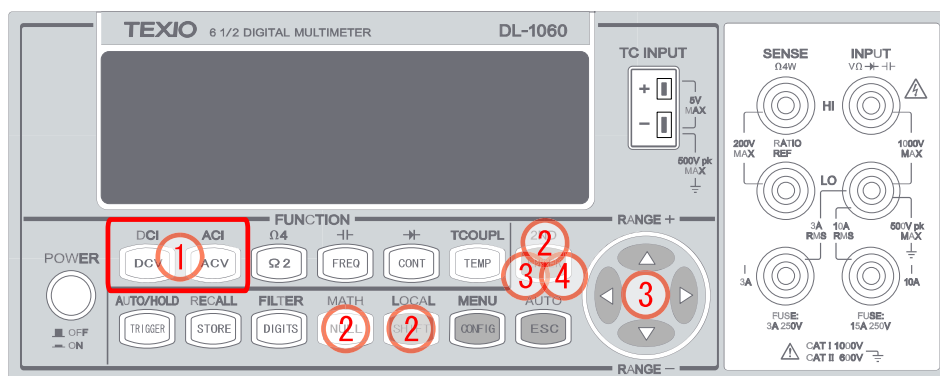

図 3-27
- ① DCV 又は ACV ボタンを押し、測定機能を選択します。
- ② <◀▶>、ENTER ボタン等を使い、MATH(SHIFT+NULL) > dB > dB REL の順で移動します。
- ③ <◀▶> ボタンで桁を移動し、△・▽ボタンを使い希望の数値に設定します。ENTER ボタンを押して値を決定します。
- ④ ENTER ボタンを押して “RUN” で測定を開始します。
- 使用するボタンを図 3-27 に示します。